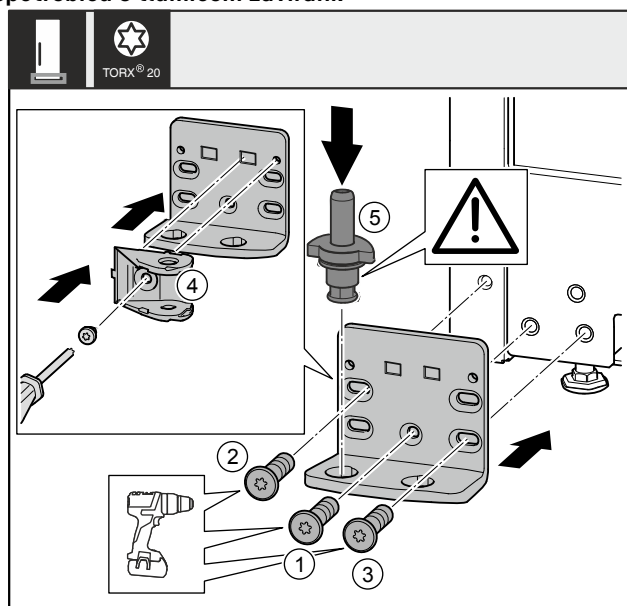

Fig. 38
- ▶ Nasad'te stojan ložiska na druhé straně a přišroubujte pomocí šroubováku. Začněte šroubem Fig. 38 (1) dole uprostřed.
- ▶ Utáhněte šroub Fig. 38 (2) a šroub Fig. 38 (3).
- ▶ Spojení tlumiče zavírání Fig. 38 (4) otočte o 180°. Šroubovákem přišroubujte na druhé straně stojanu ložiska.
- ▶ Zcela vložte ložiskový čep Fig. 38 (5). Přitom dávejte pozor, aby zajišťovací vačka směřovala dozadu.